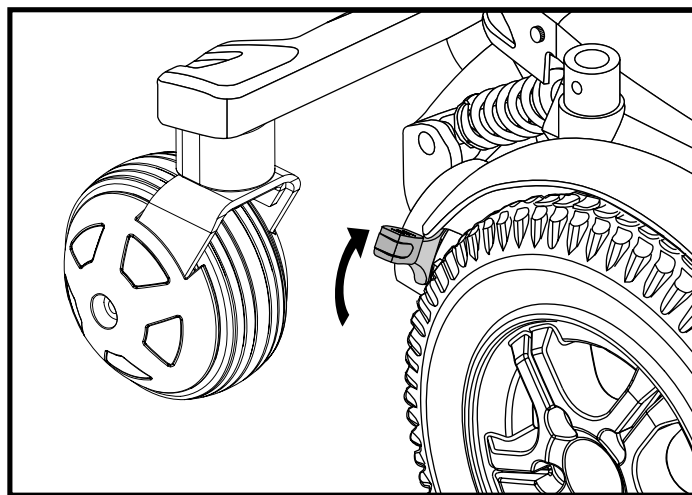

Figura 9. Modalità di guida (Trazione attivata)
2. Tirare su le due leve di sblocco ruote per guidare (motore guida attivato). Vedere figura 9.